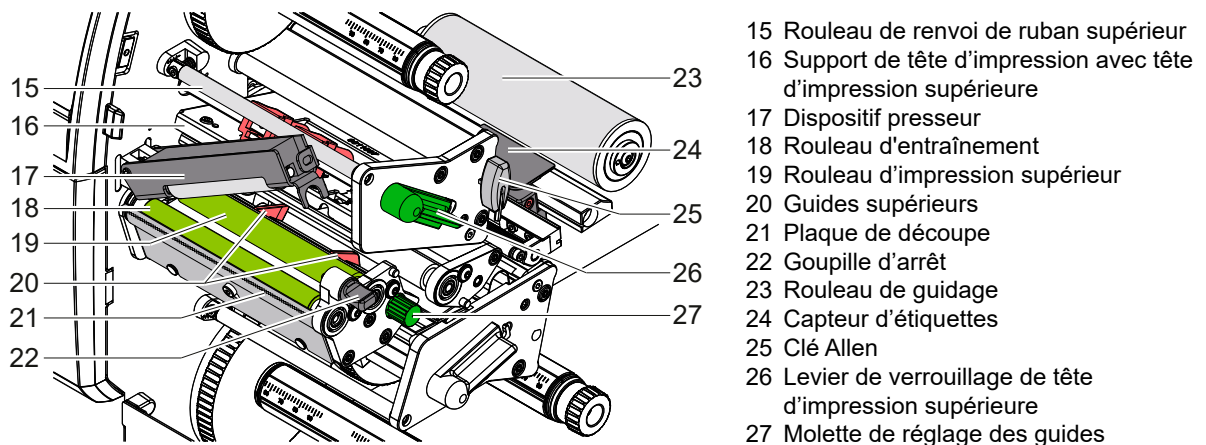

Figure 13 Figure 13 Insertion du support d'impression dans le mécanisme d'impression
1. Déroulez une bande de support d'impression plus longue d'environ 50 cm. Guidez la bande vers le mécanisme d'impression comme indiqué sur la Figure 13.
2. Tirez la goupille d'arrêt (6). Le dispositif presseur (1) bascule vers le haut.
3. Tournez le levier (8) dans le sens antihoraire et le levier (10) dans le sens horaire pour relever les deux têtes d'impression.
4. Écartez les guides (5 et 9) avec la molette (7) jusqu'à ce que le support d'impression puisse passer entre eux.